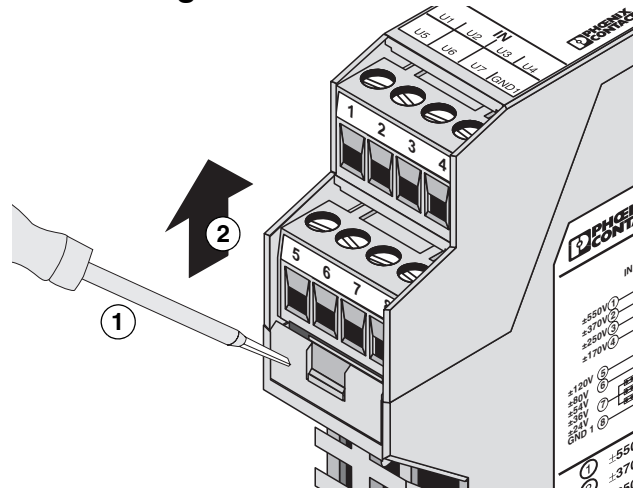

Bild 4 Gehäuse öffnen
- Entrasten Sie mit Hilfe eines Schraubendrehers die Verrastung des Gehäuseoberteils auf beiden Seiten ①. Gehäuseoberteil und Elektronik lassen sich nun etwa 3 cm herausziehen ② (siehe Bild 4 auf Seite 6).